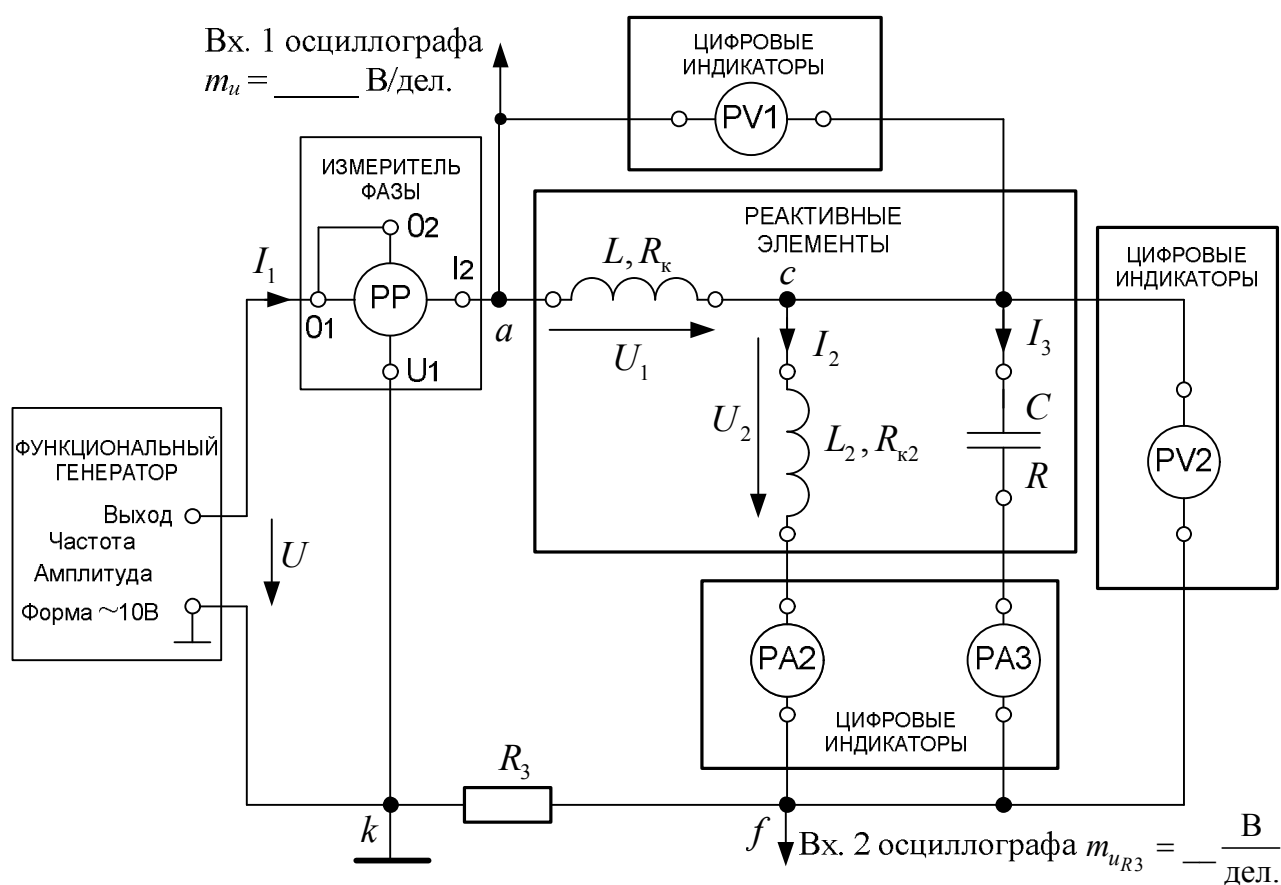

Рис. 4.2. Схема исследуемой электрической цепи
1) Собрать электрическую цепь по схеме, приведенной на рис. 4.2 протокола измерений. Включить Осциллограф.